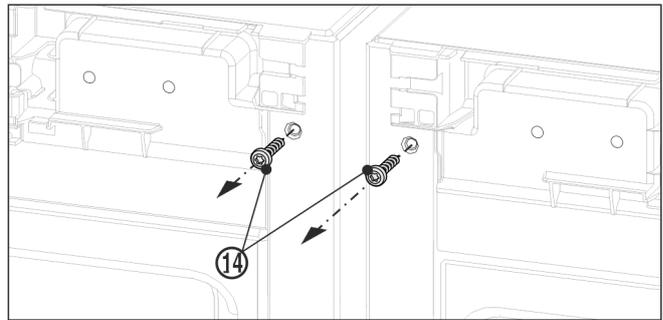

Fig. 12
- ▶ Prima di montare la squadretta superiore, svitare le due viti di messa a terra Fig. 12 (14).